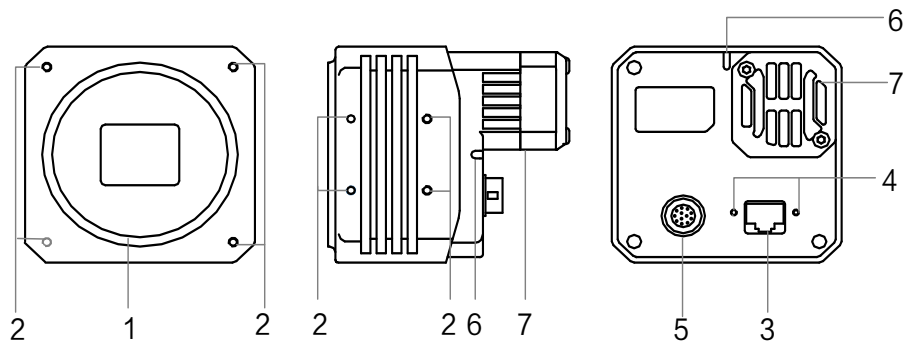

图4-6 M58 口, 带风扇
- 图 4-6 为 M58 口，带风扇的千兆网口面阵相机外观。
- M58 口，带风扇（图 4-6）